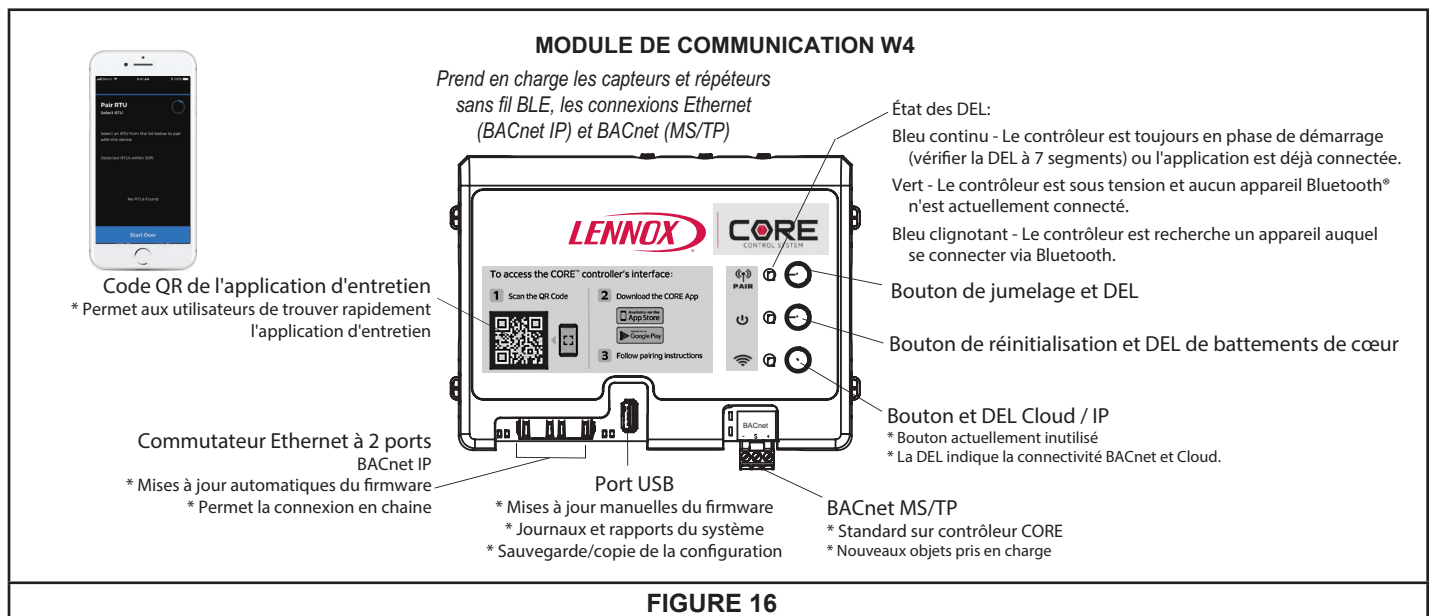

FIGURE 16
- 2 - Appuyer sur le bouton de jumelage et le maintenir enfoncé pendant 5 secondes. Voir FIGURE 16.